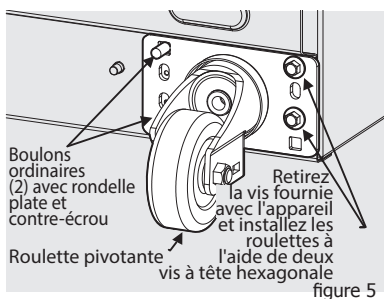

figure 5
3. Du côté opposé à la plaque de roulette pivotante, insérez deux boulons ordinaires sur la glissière de support du compresseur et la plaque de roulette pivotante. Utiliser un écrou de blocage sur chaque boulon et serrer fermement avec une clé à douille 9/16 po. Vous reporter à la figure 5.